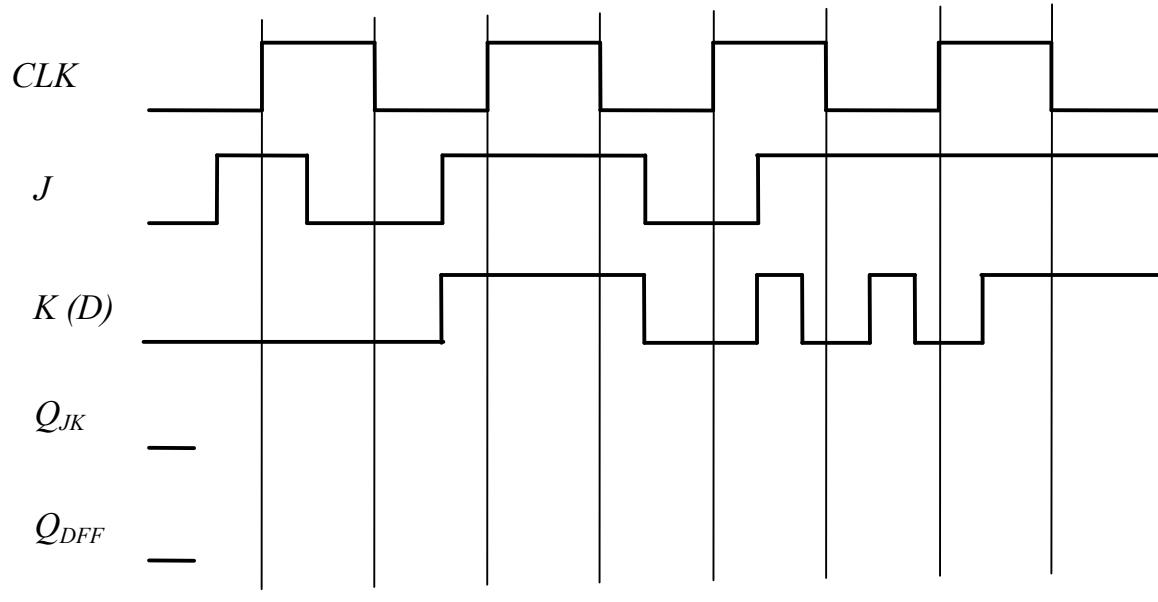

Abbildung 1
Gegeben sind die in Abbildung 1 dargestellten Signalverläufe für die Eingangssignale J und K und CLK eines JK-Flip-Flop.
- (b) Kennzeichnen Sie in Abbildung 1 alle instabilen Zustände (Spalten in der Tabelle), also jene, in denen die Schaltung sich nur vorübergehend befinden kann, durch ein „x“ unter der jeweiligen Spalte.